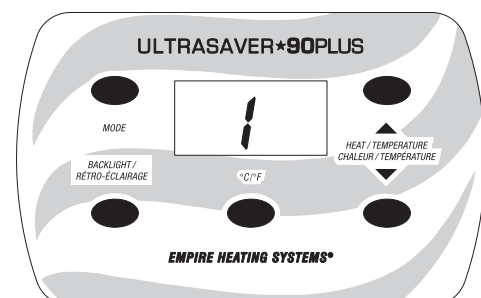

Figure 13
2. Lorsqu'un appel de chaleur est reçu, l'appareil de chauffage s'illumine et affiche le niveau. **Voir Figure 13.**